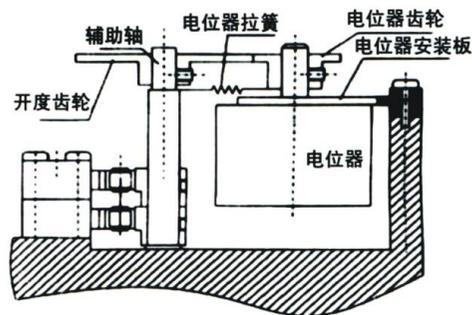

图8
3、电位器的调整 (图 8)
- ① 用手柄驱动执行机构向中间位置运行使指针正指 50% 刻度线。
- ② 用万用表测量电位器始端和终端阻值 (电位器 1、3 两脚间阻值) 记下阻值 R (如无特别要求，电位器出厂默认为 $1K + 15\%$)。
- ③ 用适当外力作用在电位器安装板上，使开度齿轮和电位器齿轮脱离啮合。
- ④ 将万用表两表笔分别接在电位器动臂 (电位器 2 脚) 和另外任意一端上，缓缓转动电位器齿轮，观察万用表读数；当阻值为 $R/2 + 2\Omega$ 时，停止调整并撤消外力使开度齿轮与电位器齿轮回复咬合即可。